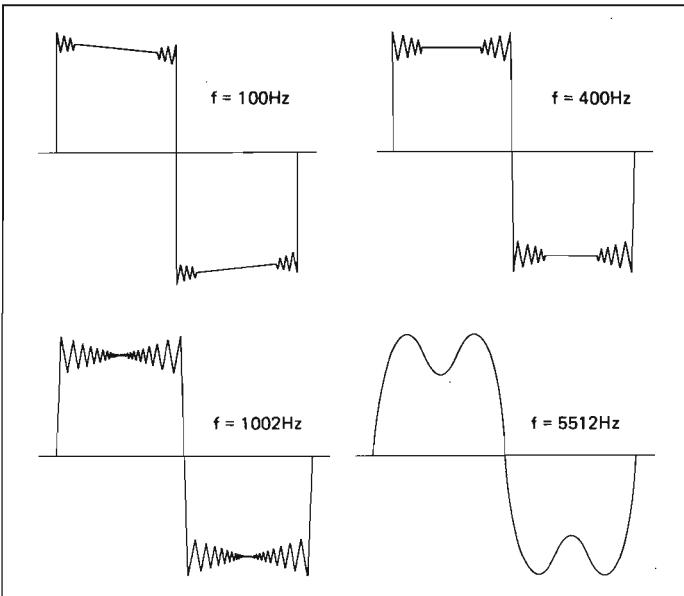

Fig. 4.18
-> fig. 4.18
- Raccorder l'oscilloscope à une sortie et évaluer optimalement les signaux rectangulaires à 100 Hz, 400 Hz, 1002 Hz et 5512 Hz. La courbe doit être symétrique (fig. 4.18).